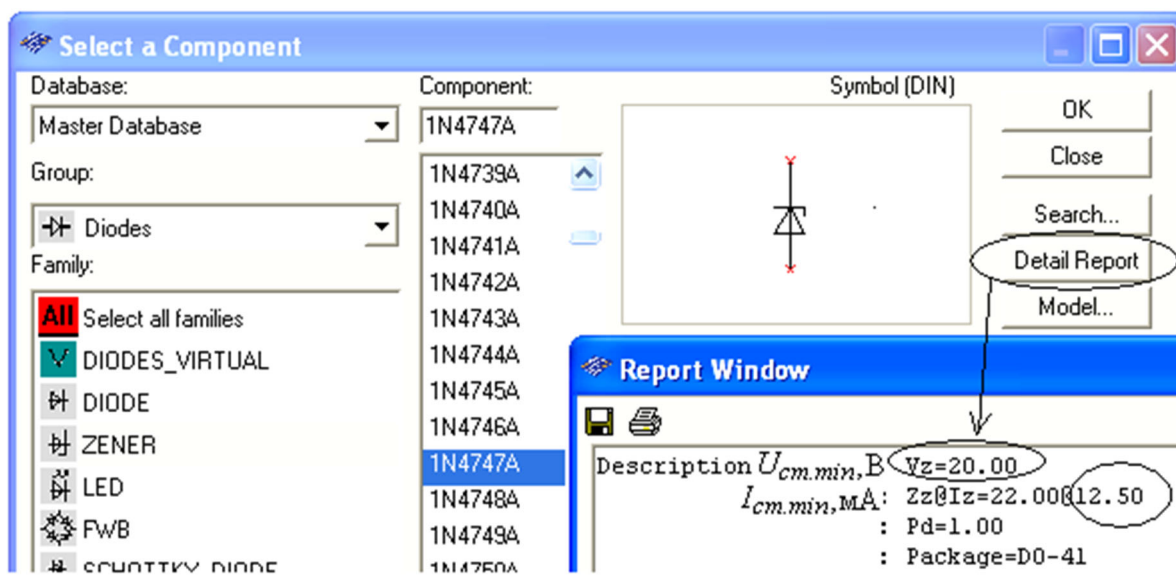

Рис. 21.12
– после двойного щелчка мышью на изображении стабилитрона **VC** в открывшемся окне **щёлкнуть** мышью на кнопке команды **Replace** (Заменить), затем последовательно на кнопках команд или заставок **Diodes/Zener/ 1N47..A/Detail Report**, где **1N47..A** тип стабилитрона (рис. 21.12). **Выписать** из отмеченных эллипсами закладок значения напряжения пробоя (V_z) стабилитрона и тока (I_z), например для типа **1N4747A** $U_{cm.min} = 20$ В и ток $I_{cm.min} = 12,5$ мА, и **занести** их в табл. 21.2;